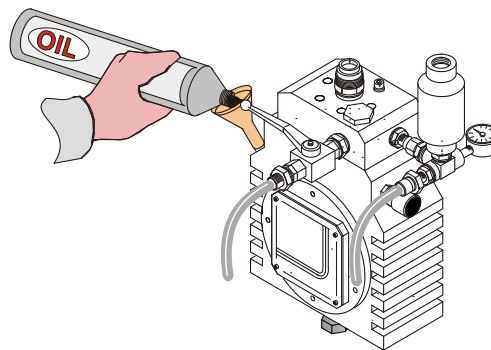

Abb.42
**c)** Schrauben Sie den Entladestopfen wieder auf und füllen Sie die Ladeöffnung mit Öl (Abb. 42).